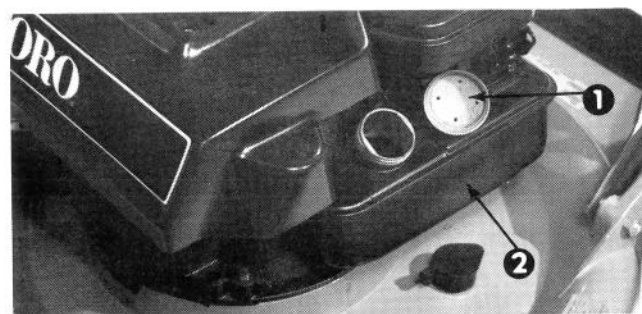

Figure 5
1. Nettoyez autour de bouchon du réservoir à essence et enlevez le bouchon (Fig. 5).